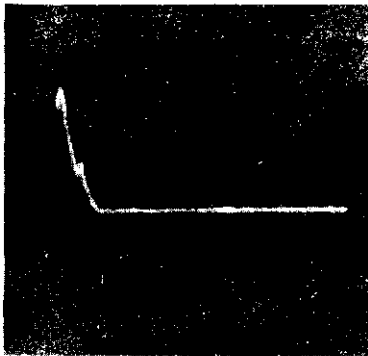
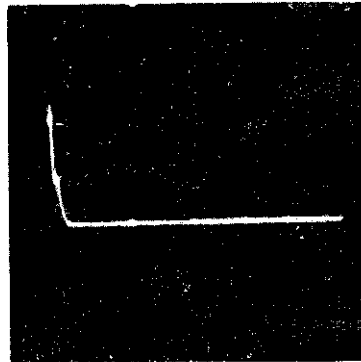

Abb. 21
Abb. 22
- d) am Einstellschlitz „M“ den Meßbereich einstellen. Bei Rechtsdrehung wird der Entfernungsmaßstab gedehnt, bis etwa 2-4 km als kleinsten Meßbereich (Abb. 21), bei Linksdrehung zusammengedrückt, bis etwa 8-10 km als größten Meßbereich (Abb. 22).